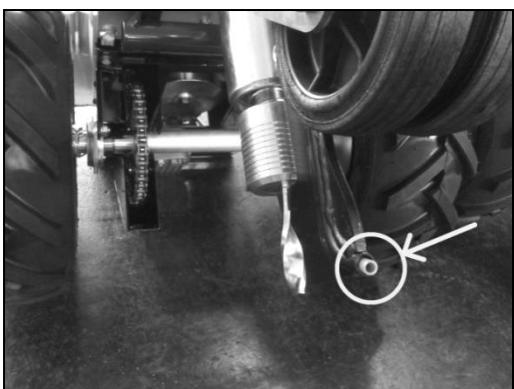

図 2
- ケーブルガイド（フィード）から境界ワイヤーを出す穴が破損していないことを確認します（図 2）。特に、ケーブルガイド内のフレキシブルチューブの完全性を確認してください。損傷がある場合は、交換する必要があります。また、ケーブルガイドの穴の輪郭に沿って切れ目がないこと、端が鋭くならないこと、端がギザギザになっていないことを確認してください。損傷がある場合は、ケーブルガイドを交換します。